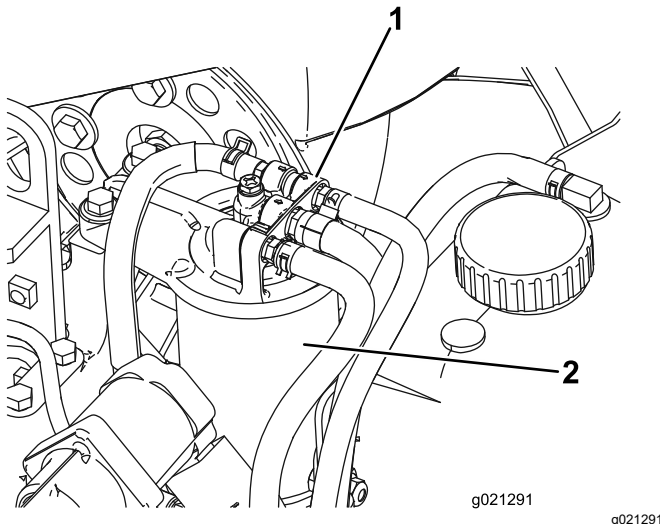

Figura 57
1. Limpie la zona alrededor de la cabeza del filtro de combustible (Figura 57).
2. Retire el filtro y limpie la superficie de montaje de la cabeza del filtro (Figura 57).